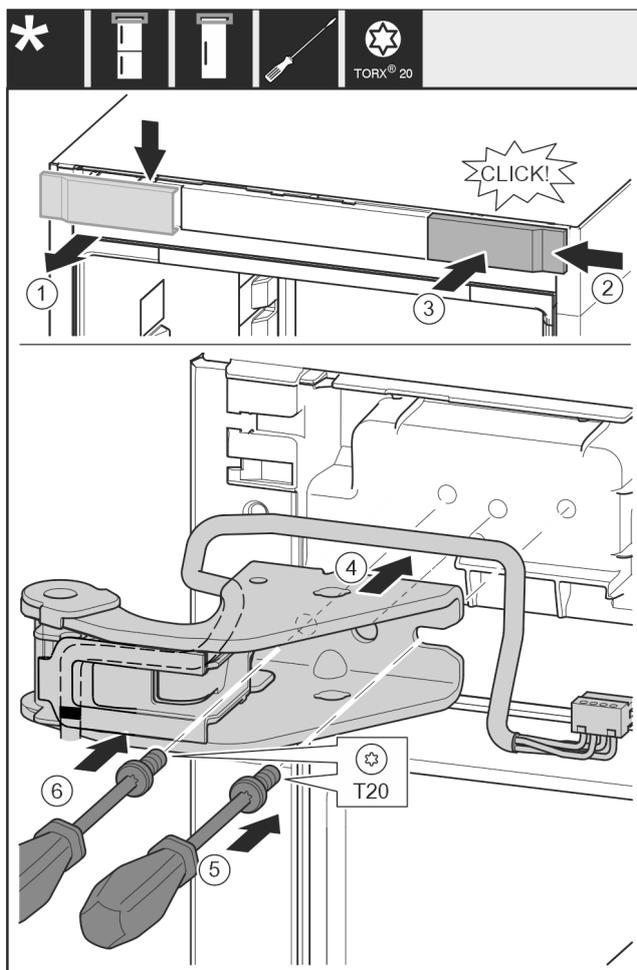

Fig. 23
- ▶ Retirar la cubierta de arriba hacia delante. Fig. 23 (1)
- ▶ Girar la cubierta 180° y colgar en el otro lado por la derecha. Fig. 23 (2)
- ▶ Encastrar la cubierta. Fig. 23 (3)
- ▶ Colocar el soporte del cojinete superior. Fig. 23 (4)
- ▶ Colocar el tornillo y apretar con el destornillador T20. Fig. 23 (5)
- ▶ Introducir el tornillo y apretar con el destornillador T20. Fig. 23 (6)